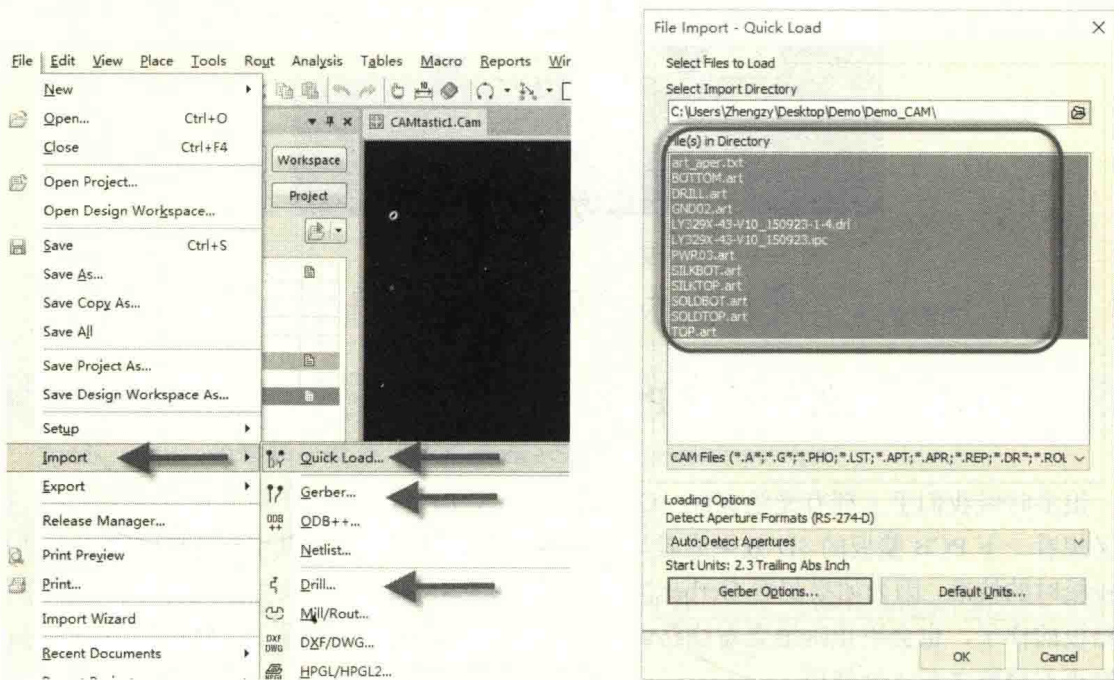

图 11-97 Gerber 文件的导入
(2) Gerber 文件的导入有两种方法：一种是执行菜单命令“File-Import-Quick Load...”，这是把每一层的 Gerber 文件和钻孔文件进行快速导入的方法；另一种是先导入 Gerber 文件，再导入钻孔文件，效果是一样的。Gerber 文件的导入如图 11-97 所示，在此导入一个 Allegro 的 4 层板 Gerber 文件。